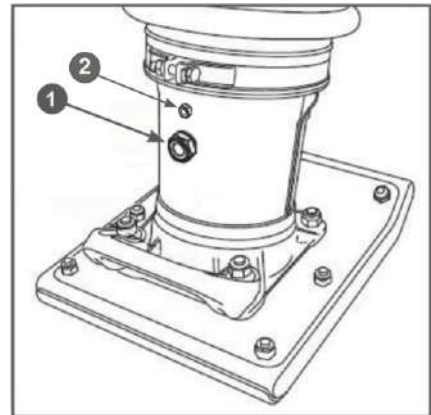

Рис. 18 Замена масла в рабочем цилиндре
В рабочий цилиндр заливается масло SAE 30, 10W30, 10W40. Полный объем масла в рабочем цилиндре составляет 1 л. Для поддержания вибротрамбовки в рабочем состоянии необходимо менять масло в рабочем цилиндре через каждые 300 часов работы. (Рис.18)
4. Выкрутите пробку 2 и слейте масло в подготовленную для этого емкость (Рис. 18). Поднимите нижнюю часть вибротрамбовки за трамбовочный башмак для того, чтобы полностью слить масло из рабочего цилиндра.